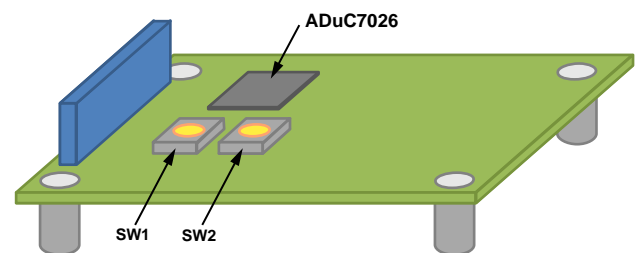

図 10. マイクロコントローラのフラッシュ用 ISEB スイッチの位置
2. ISEB 上の 2 個のボタン (図 10) を以下の順序で押してファームウェアを書き換えます。